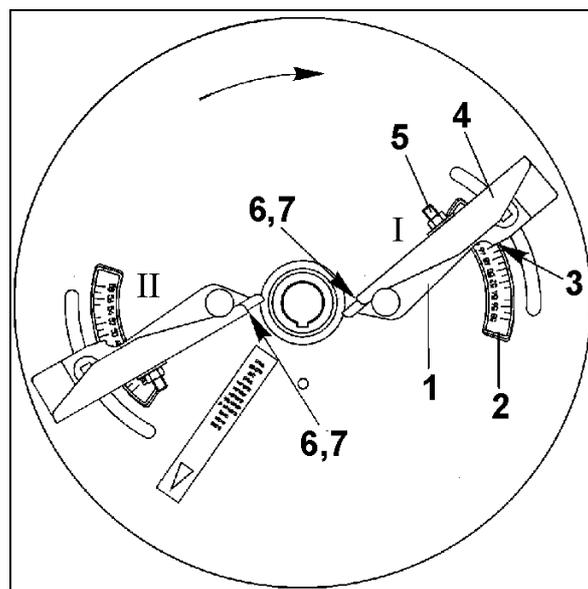

Fig. 64
erfolgt über die Teleskopschaufeln (Fig. 64/1) nach Angaben der Streutabelle in Abhängigkeit der auszustreuenden Düngersorte und dem Abstand der ersten Fahrspur vom Feldrand wie folgt:
1. se efectúa a través de las palas telescópicas (Fig. 64/1) según indicaciones de la tabla de dispersión en función del tipo de fertilizante a ser dispersado y de la distancia de la primera huella de marcha al borde de la parcela como sigue:
Orientar las palas telescópicas (Fig. 64/1) sobre el disco de dispersión después de aflojar la respectiva tuerca de muletilla en la zona de la escala (Fig. 64/2). Leer el valor en el borde de lectura (Fig. 64/3) y volver a ajustar la tuerca de muletilla.
2. Después de aflojar la tuerca (Fig. 64/5) ajustar la parte exterior de la pala (Fig. 64/4) a un valor más alto de letra sobre la escala (Fig. 64/6). Se lee sobre la escala la posición respectiva de la parte exterior de la pala en el borde de lectura (Fig. 64/7).